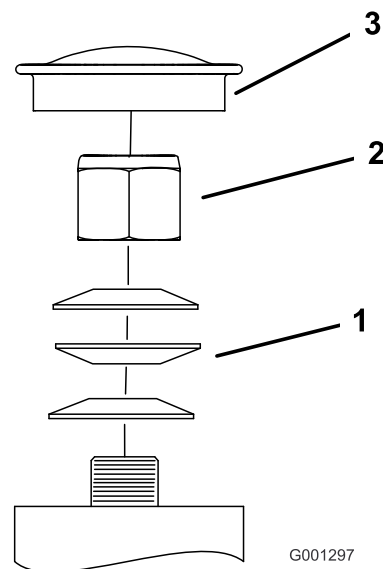

Figure 62
3. Retirez le couvre-moyeu de la roue pivotante et serrez le contre-écrou (Figure 62).
4. Continuez de serrer le contre-écrou jusqu'à ce que les rondelles élastiques soient aplaties, puis desserrez-le d'un quart de tour pour obtenir la précharge correcte des roulements (Figure 62).
**Important:** Veillez à placer les rondelles élastiques comme montré à la Figure 62.
5. Reposez le couvre-moyeu (Figure 62).